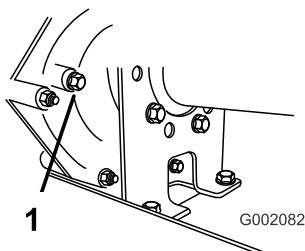

Figura 59
2. Retire el perno del orificio indicador del nivel (Figura 59).